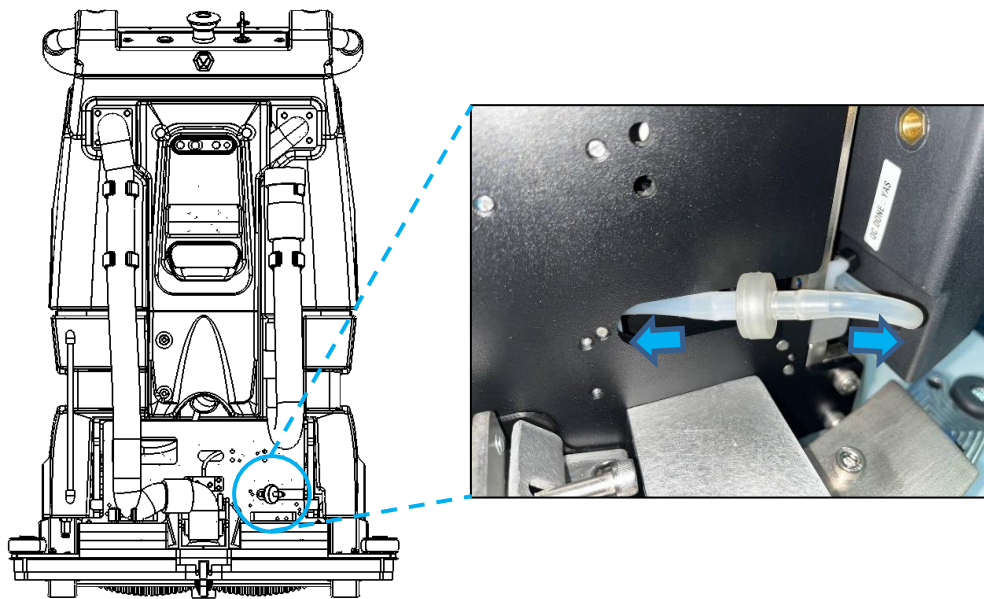

Fig. 2
2. Débranchez les tuyaux des deux extrémités du filtre à eau (Fig 2).